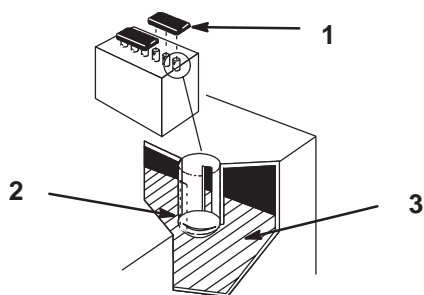

Figure 28
2. Enlevez les bouchons de remplissage. Si le niveau d'électrolyte n'atteint pas la partie inférieure du tube (Fig. 28), ajoutez la quantité d'eau distillée requise (voir Ajout d'eau dans la batterie, page 27).
2. Enlevez les bouchons de remplissage (Fig. 28).
3. Versez lentement de l'eau distillée dans chaque élément pour amener le niveau à la partie inférieure du tube (Fig. 28).